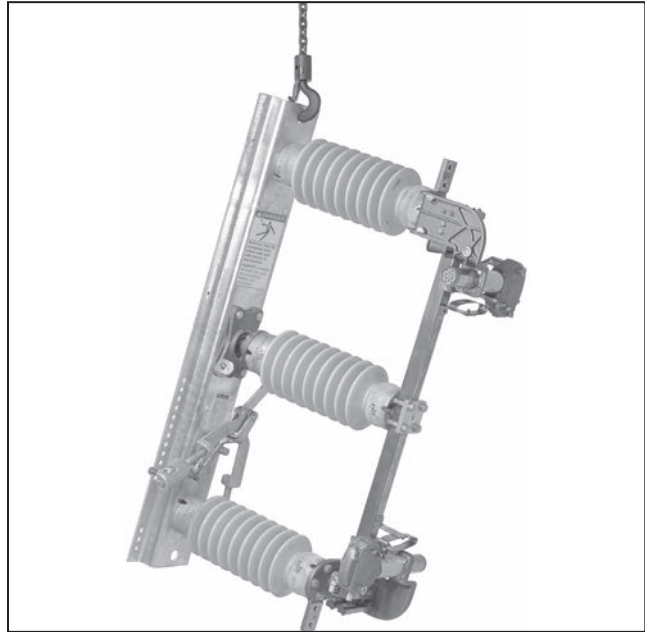

Figura 9. Levante as unidades-polo da chave na posição.
- PASSO 6.** Levante as unidades-polo da chave e fixe-as na posição com parafusos, como mostrado no diagrama de montagem. Ver Figura 9.